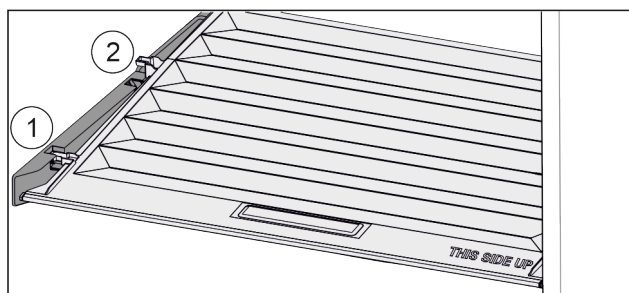

Fig. 95
- ▶ Tirare in avanti il coperchio fino all'apertura nei fermi Fig. 95 (1).
- ▶ Sollevare posteriormente dal basso e togliere verso l'alto Fig. 95 (2).